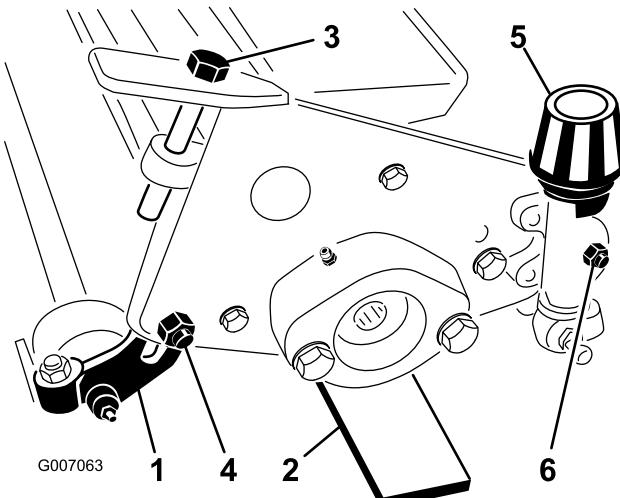

Figura 2
2. Desaperte (2) porcas de bloqueio nos parafusos da carroçaria que fixam os suportes das rodas traseiras à estrutura do escarificador (Figura 2).
"up" ("cima") (Figura 2). Coloque as rodas traseiras na superfície nivelada (com as lâminas do cilindro em contacto com as barras indicadoras) e ajuste os suportes das rodas no lado onde a roda traseira está acima da superfície nivelada - até essa roda entrar em contacto com a superfície nivelada. Volte a apertar ambas as porcas de bloqueio da carroçaria.
1. Barra indicadora (4)
3. Com ambas as rodas traseiras em contacto com a superfície nivelada, desaperte ambas as porcas de bloqueio do botão da altura de corte. Rode os botões da altura de corte até ambas as extremidades do rolo dianteiro estarem em contacto com a superfície nivelada. Verifique o contacto utilizando um pedaço de papel para inspecionar cada extremidade do rolo. Volte a apertar ambas as porcas do botão da altura de corte (Figura 2).